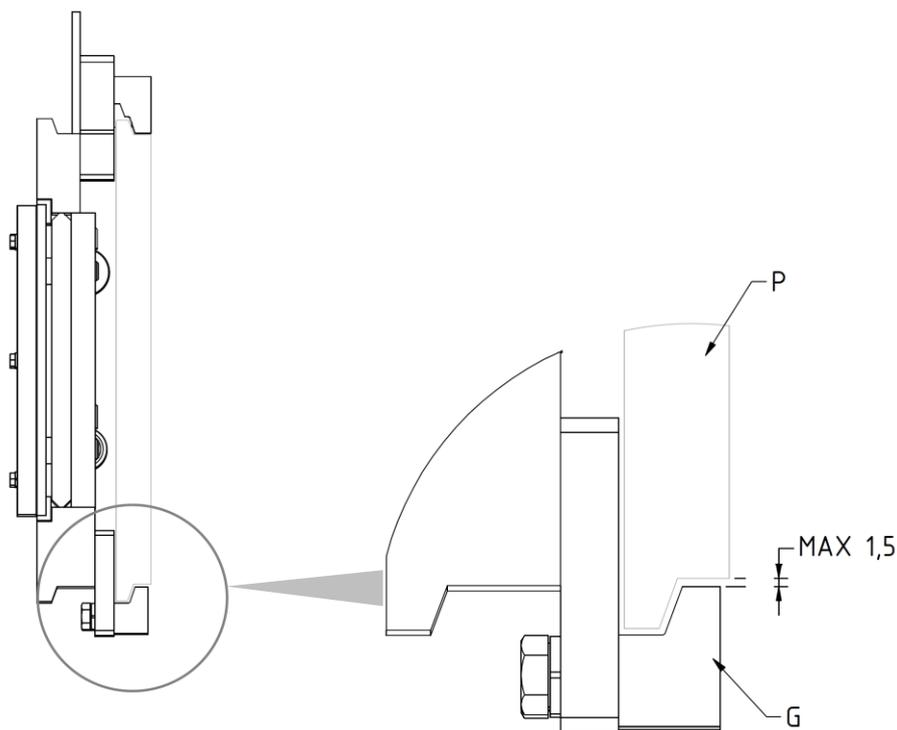
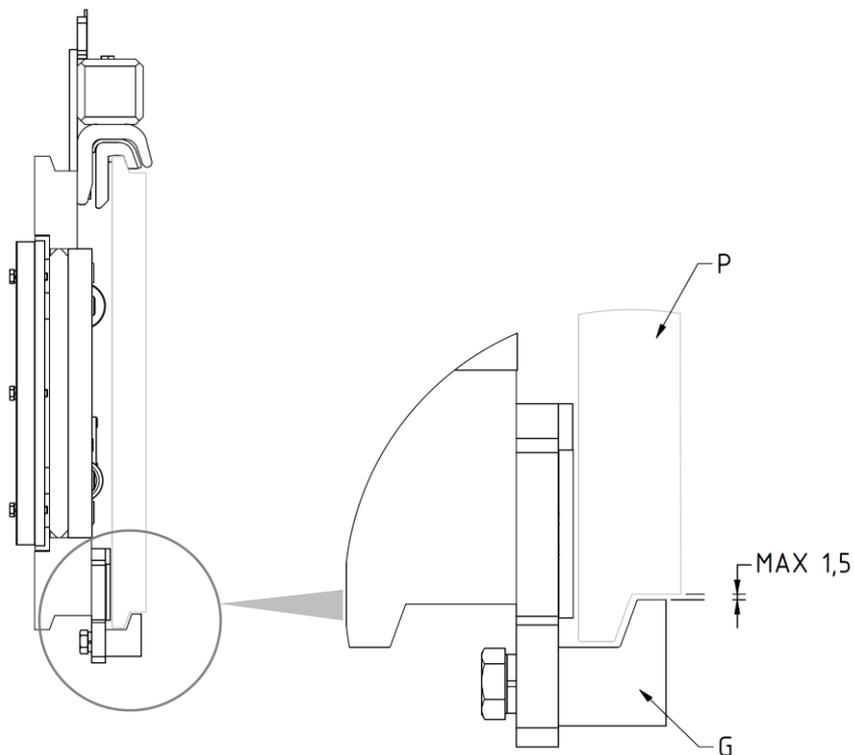

Figure 5
Figure 9
7. Revisser les 2 crochets inférieurs **G** de manière à ce que le corps de ces derniers reste accroché aussi en bas du tablier porte-fourches **P** (avec un jeu max. de 1,5 mm, voir détail *Figure 5*), en serrant avec le couple de serrage indiqué dans le *Tableau 3*.
9. Revisser les 2 crochets inférieurs **G** de manière à ce que le corps de ces derniers reste accroché aussi en bas du tablier porte-fourches **P** (avec un jeu max. de 1,5 mm, voir détail *Figure 9*), en serrant avec le couple de serrage indiqué dans le *Tableau 4*.
3. Contrôler le jeu entre la partie inférieure du tablier porte-fourches et les crochets inférieurs de l'équipement, en vérifiant qu'il corresponde aux indications de la *Figure 5* (p.11) et de la *Figure 9* (p.14) et, éventuellement, intervenir sur le serrage des vis qui les soutiennent.